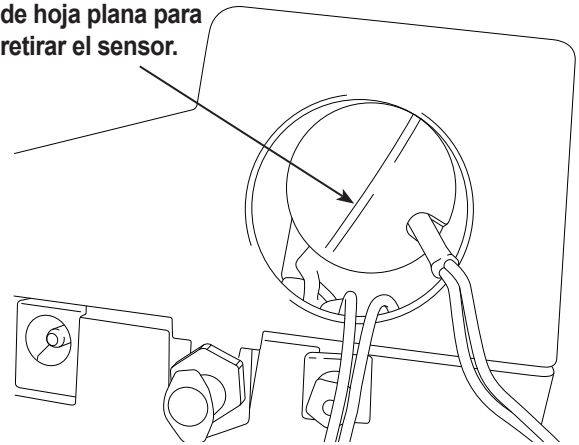

Figura 19
- Deje la tapa y el mazo de cables a un lado. Sostenga el cable del sensor y use un destornillador plano para desenroscar y retirar el sensor de oxígeno. Consulte la Figura 19.